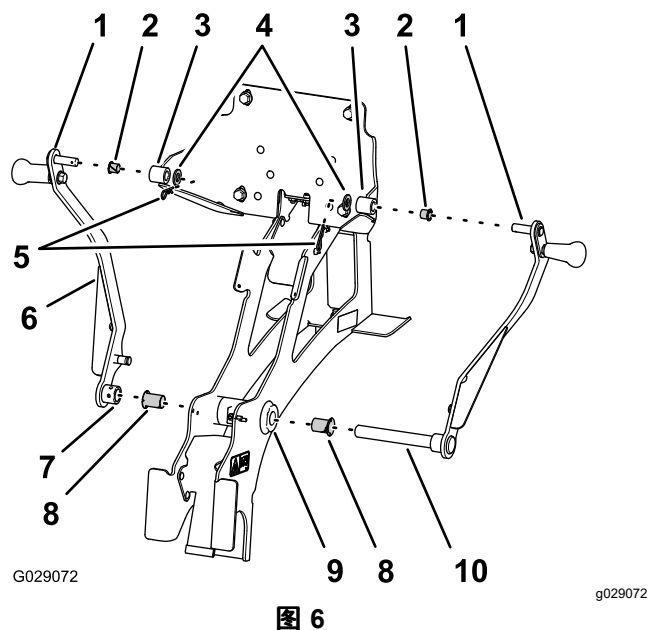

图 6
1. 将凸缘轴套内径  $\frac{3}{4}$  英寸插入主支架中枢轴管的两端图 6。
2. 将凸缘轴套内径  $\frac{1}{2}$  英寸插入背板的左右轮毂图 6。
3. 穿过枢轴管和枢轴右侧的凸缘轴套组装右托架臂的下枢轴销图 6。
4. 穿过背板的右轮毂组装右托架臂的上枢轴销图 6。
5. 用垫圈  $\frac{1}{2}$  英寸和发卡销将上枢轴销固定到背板上图 6。
6. 将左托架臂的轮毂组装到向枢轴管左凸缘轴套的左侧突出的右托架臂下枢轴销的一端图 6。
7. 穿过背板的左轮毂组装左托架臂的上枢轴销图 6。
8. 用垫圈  $\frac{1}{2}$  英寸和发卡销将左托架臂的上枢轴销固定到背板上图 6。